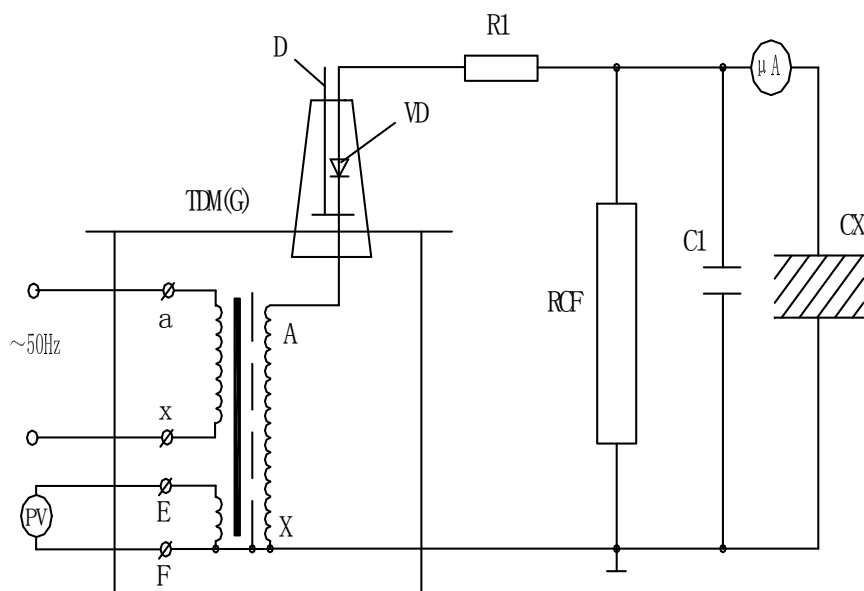

图 7：高压直流泄漏试验接线图
2、TDM (G) 试验变压器在做被试品的直流耐压或泄漏试验时接线原理图如图 7。
注：此试验应先抽出短路杆“D”，图 7 中所示。